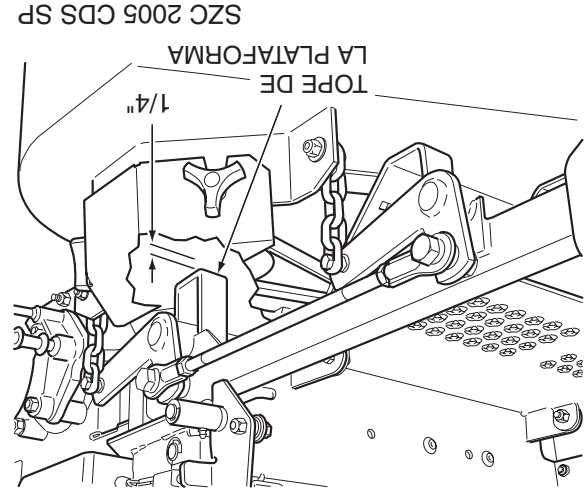

Figura 6-6. Tope de la plataforma de corte
2. Gire la varilla de control (Vea la Figura 6-6) hasta que haya un espacio de 1/4" entre el tope posterior de la plataforma y la parte superior de la plataforma de corte. (Vea la Figura 6-6). Apriete las contratueras en la varilla de control.